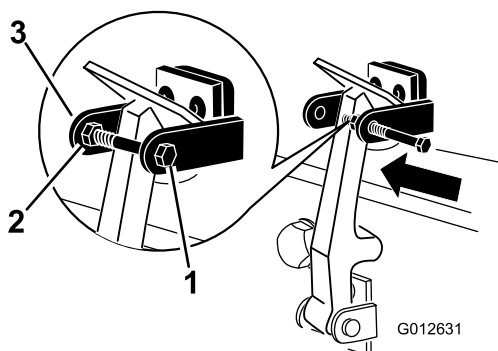

Рисунок 10
7. Вверните болт в другой рычаг кронштейна защелки капота для фиксации защелки в надлежащем положении (Рисунок 10).